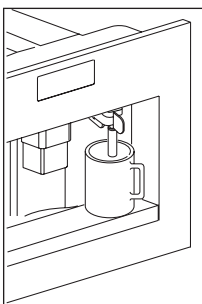

Fig. 12
- ▶ Placer une tasse sous le bec à eau chaude (Fig. 12). Si le bec à eau chaude n'est pas inséré l'appareil affiche INSÉRER LA BUSE D'EAU.